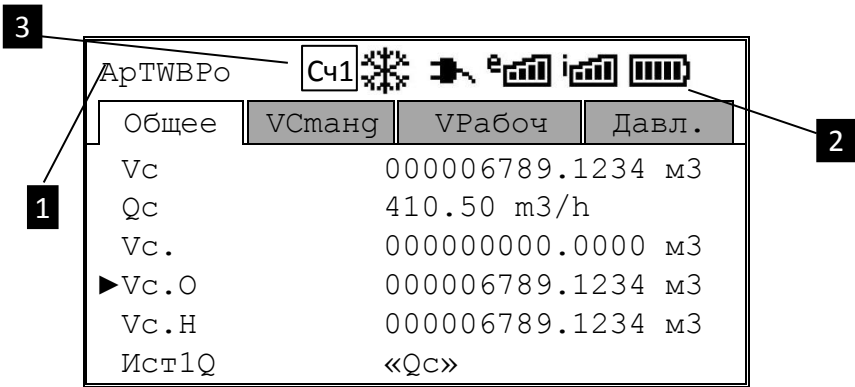

Рисунок 20
Cч1	Активный канал измерения 1. Данный символ говорит о том, что значения, отображаемые в поле данных (рисунок 20: 3) соответствуют каналу измерения 1 (счетчику 1). Выбор канала производится клавишей
Cч2	Активный канал измерения 2. Данный символ говорит о том, что значения, отображаемые в поле данных (рисунок 20: 3) соответствуют каналу измерения 2 (счетчику 2) Выбор канала производится клавишей
- Канал 1 – в строке статус дисплея появляется символ «Сч1» (рисунок 20: ). При этом в поле данных дисплея будут отображаться значения, которые соответствуют первому каналу измерения (счетчику газа)
- Канал 2 – в строке статус дисплея появляется символ «Сч2» (рисунок 20: ). При этом в поле данных дисплея будут отображаться значения, которые соответствуют второму каналу измерения (счетчику газа)